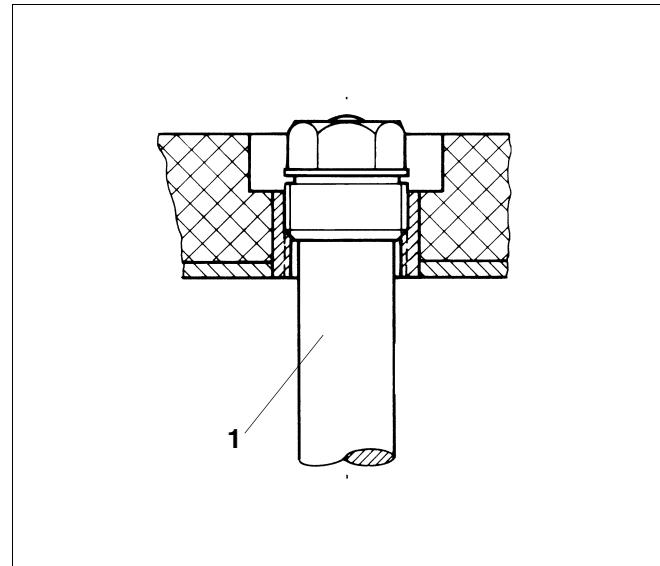

Рис. 7 Наружная резьба R1 / R1½
Применяется на HT/H 70, HT/H 110, S 120 / SU 160 - 200 (рис. 7).
- Выкрутить магниевый анод (рис. 7, поз. 1).
Экспликация к рис. 7 : наружная резьба R1 / R1½